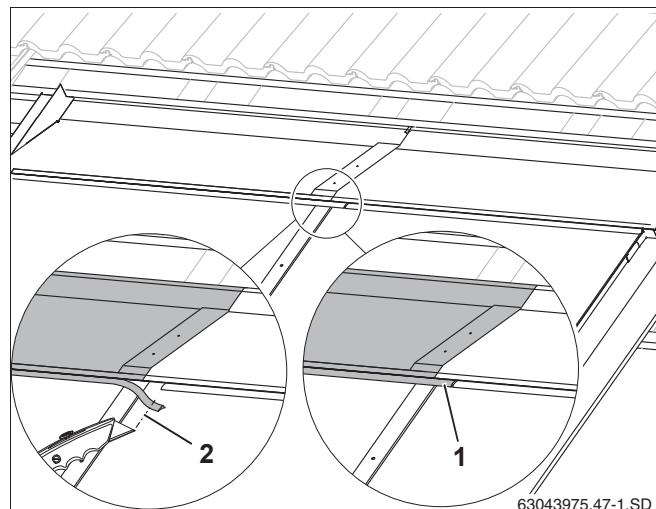

Рис. 58 Верхний левый накладной лист
- ▶ Укоротите резиновый язычок настолько (рис. 58, **поз. 2**), чтобы он уперся в язычок правого накладного листа.
- ▶ Вставьте резиновый язычок левого накладного листа в фальц правого накладного листа (рис. 58, **поз. 1**).